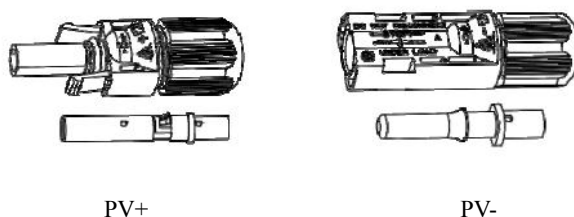

图 3.9
- 准备好直直流接线端子（正、负端子必须互相匹配）如图 3.9 所示。